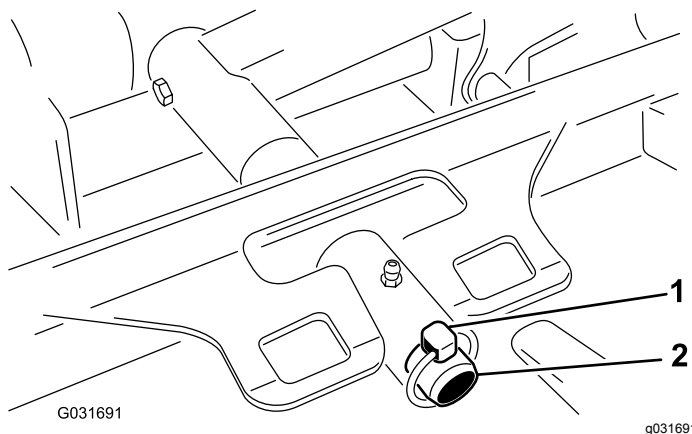

Figure 81
3. Retirez la goupille à anneau qui fixe le bâti porteur du plateau de coupe à l'axe de pivot du bras de levage (Figure 81).
3. Poussez le bâti porteur du plateau de coupe sur la tige de pivot et fixez-le avec la goupille à anneau (Figure 81).